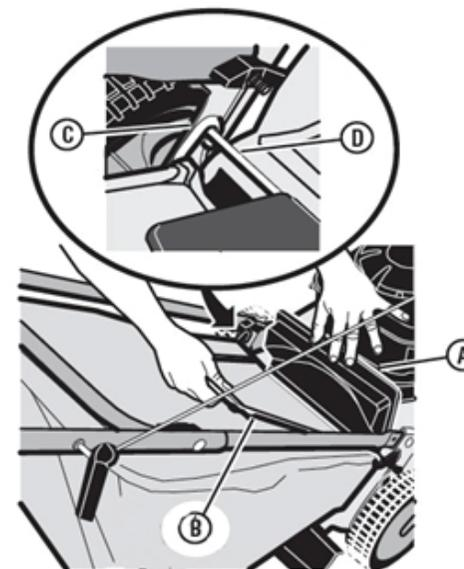

рис. 2
**Для моделей GB-20 и GB-27 (рис. 2)**